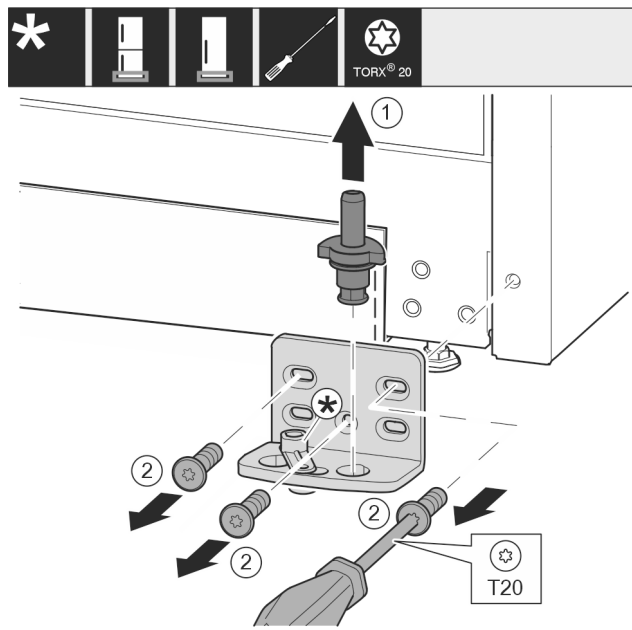

Fig. 10
- Lagerbolzen komplett nach oben herausziehen. Fig. 10 (1)
- Schrauben mit Schraubendreher T20 herausdrehen und Lagerbock abnehmen. Fig. 10 (2)